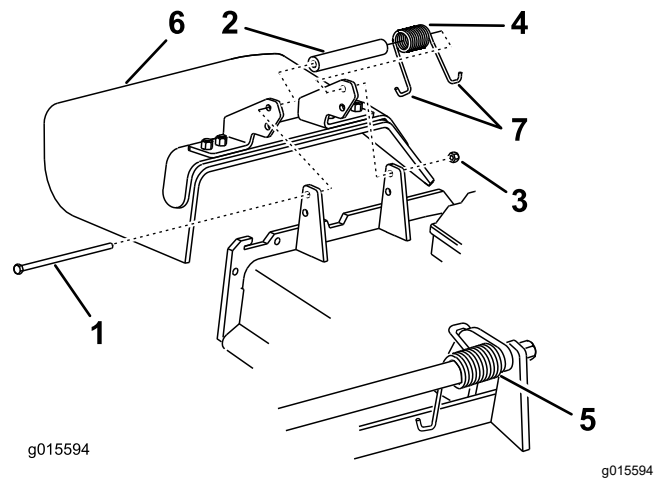

Figura 5
1. Retire el conducto de descarga lateral de la plataforma del cortacésped (Figura 5).